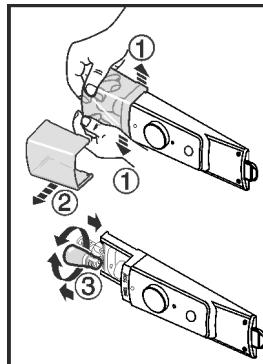

Fig. 10
- Kryt lampy podľa obrázka, vo vnútri, v prednej oblasti roztlačte Fig. 10 (1) a kryt stiahnite nabok Fig. 10 (2).
- Vymeňte žiarovku. Fig. 10 (3)